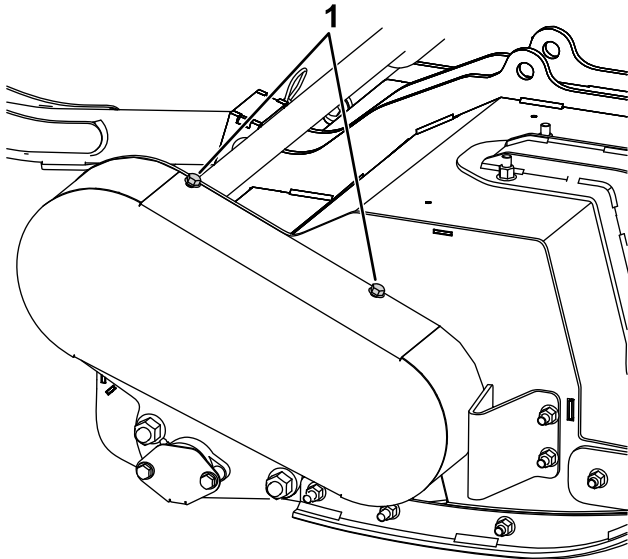

Figura 26
2. Desaperte os quatro parafusos cativos que prendem a parte superior e inferior a cobertura da correia à máquina (Figura 26).
9. Instale a cobertura da correia (Figura 26).
2. Remova a cobertura da correia (Figura 26).